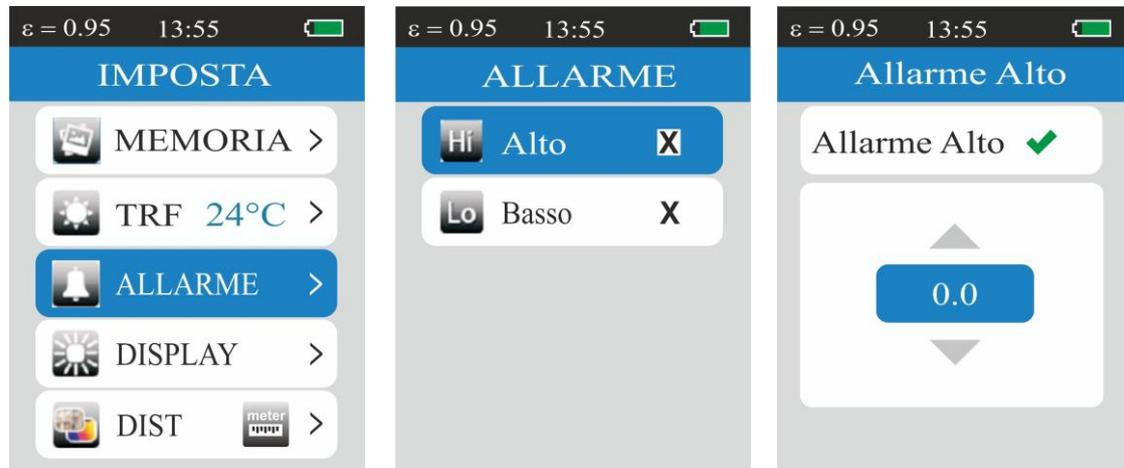

Fig. 14: Configuração dos patamares de alarme nas medições
2. Usar os botões ▼ ou ▲ para seleccionar as opções “Superior (Alto)” ou “Inferior (Basso)” e premir o botão **Enter** para confirmar. O ecrã da Fig. 14 – parte central é apresentado no display.